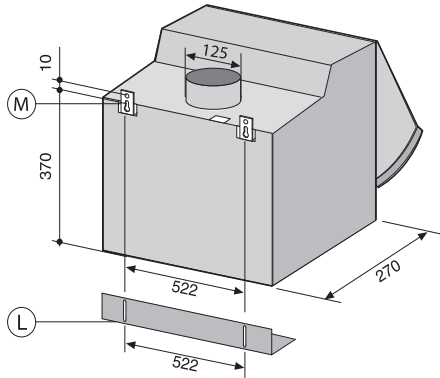

Fig. 2
- Boor zes gaten in de muur zoals blijkt uit het schema in fig. 2.
- Verstel de bovenste beugels M (fig. 2) zodat dit overeenkomt met de diepte van de keukenkastjes aan weerszijden.